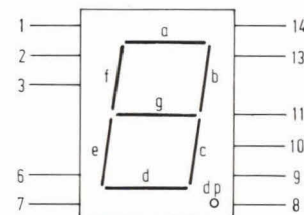

Fig. 9. common anode: 3 en 14; kathodes: a=1; b=13; c=10; d=8; e=7; f=2; g=11; dp=6.
- Aansluitingen en karakteristieken: zie fig. 9.
karakteristiek: idem als fig. 9.